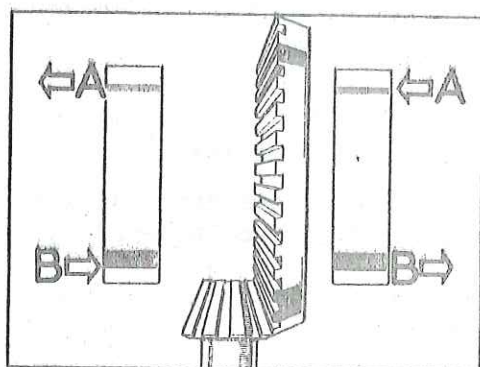

Fig. E-90 Ajuste del juego entre --
- 3.5.8. Si la holgura fuera incorrecta, actuar en las tuercas almenadas situadas a un lado y otro de la corona (Fig. E-90) en el sentido necesario, dándole a las dos el mismo giro, una en sentido de aflojar y la otra en el sentido de apretar